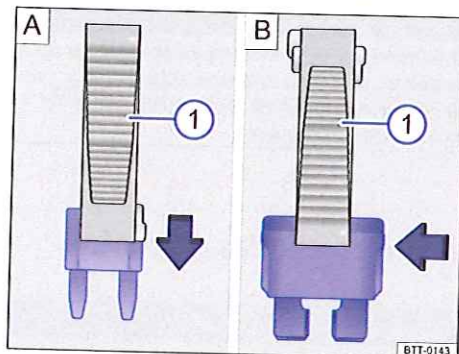

Fig. 278 Retrait ou mise en place d'un fusible à l'aide de l'agrafe de la pince en plastique ①.
- Le cas échéant, retirez la pince en plastique → fig. 278 ① du cache de la boîte à fusibles.
- Pour les fusibles de *petite taille*, engagez l'agrafe ① par le haut A.
- Pour les fusibles de *plus grande taille*, faites glisser l'agrafe ① latéralement sur le fusible B.
- Si le fusible est grillé, remplacez-le par un fusible neuf de *même* intensité (même couleur et mêmes inscriptions) et de *même* taille → ①.